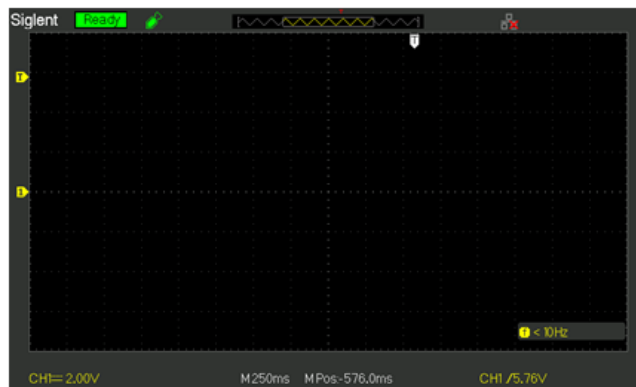

図 4
8. スクリーンの左上の隅に緑色の“Ready”の表示が現れる（図 4）。